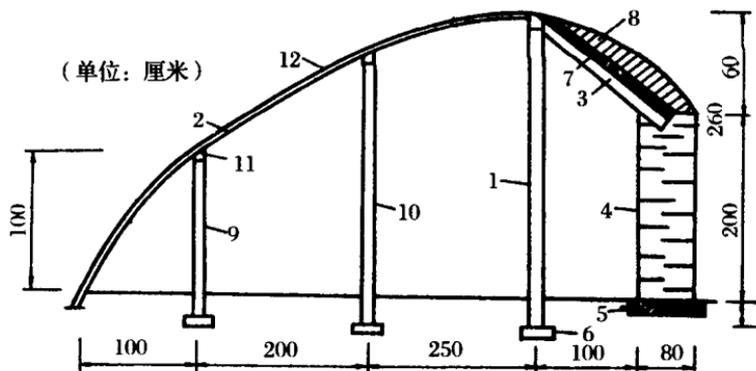

图 1-2 冬暖型单坡面塑料大棚剖面图
(6)铁丝拱架:在拱杆上东西向拉 8 号铁丝,铁丝间距 40 厘米,共拉 18 道铁丝。拉铁丝前在侧墙顶两边各放一根直径为 10 厘米、长度同侧墙长度的木棒,铁丝两端拉出侧墙外。具体拉法是:在离侧墙外 100 厘米处挖深 120 厘米的沟,沟中放置大石块或水泥预制块,先用 8 号铁丝紧固在石块上,并拉出地面以上,然后填土把石块埋好,与地面相平。拱架铁丝用紧线机拉出侧墙外,拉紧后,连接在埋入地下的 8 号铁丝上,这就构成了琴弦式棚架(图 1-2)。